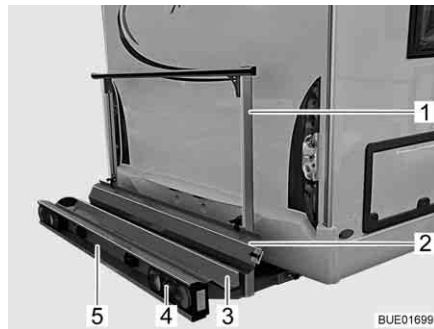
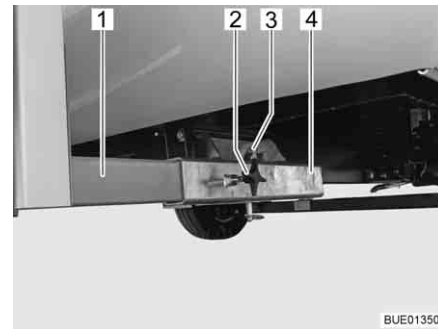

Bild 6 Lastenträger
Bild 7 Befestigung am Fahrzeug
Der Lastenträger (Bild 6) ermöglicht die Mitnahme eines Motorrads oder eines Motorrollers mit einem Gewicht bis zu 130 kg.
- Trägerwanne (Bild 6,3) und Haltebügel (Bild 6,1) mit Befestigung am Fahrzeug (Bild 7)
- Heckleuchten (Bild 6,4)
- Kfz-Kennzeichenbeleuchtung (Bild 6,5)
- Auffahrschiene (Bild 6,2)
Die beiden Längsträger (Bild 7,1) des Lastenträgers sind durch Knebelschrauben (Bild 7,2) an den Vierkantaufnahmen (Bild 7,4) am Fahrzeugboden fixiert. Gesichert ist der Lastenträger durch einen Bolzen (Bild 7,3) mit Sicherungsring.